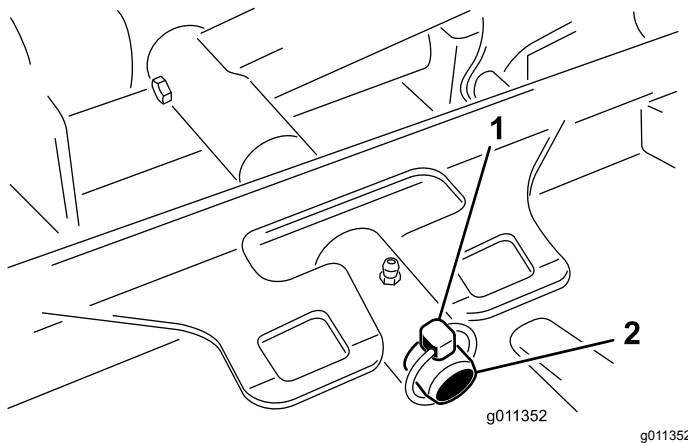

Рисунок 65
3. Снимите шплинт или крепежную гайку (только GM 4700), с помощью которых несущая рама деки крепится к оси поворота подъемного рычага (Рисунок 65).
3. Наденьте несущую раму деки на палец шарнира подъемного рычага. Закрепите шплинтом или крепежной гайкой (только GM 4700) (Рисунок 65).